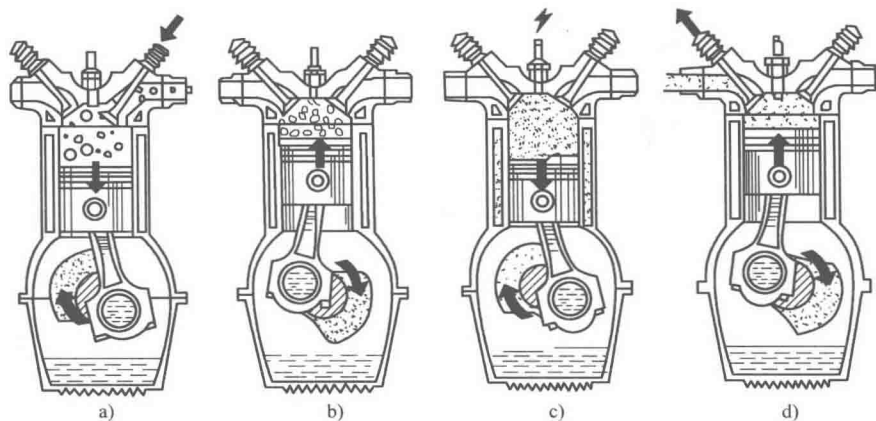

图1-5 四冲程汽油发动机的工作原理
(1) 汽油发动机的工作原理 四冲程汽油发动机的每一个工作循环都有4个活塞行程,按其作用分别称为进气行程、压缩行程、做功行程和排气行程,如图1-5所示。